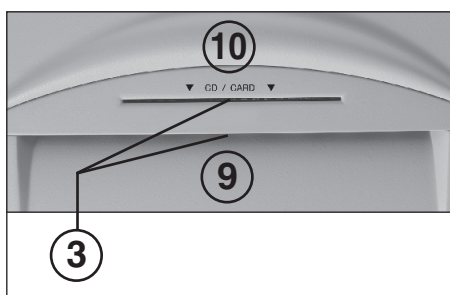

Abb. 2
- 3 = Lichtschranke (Vorwärtslauf) (Abb. 2)**
Papier durch den Papierzuführschacht (9) (Abb. 2) dem Schneidwerk zuführen.
Datenträger (CD, DVD, Kreditkarte oder 3,5"-Diskette) einzeln durch den separat angeordneten Sicherheits-Zuführschacht (10) (Abb. 2) dem Schneidwerk zuführen.